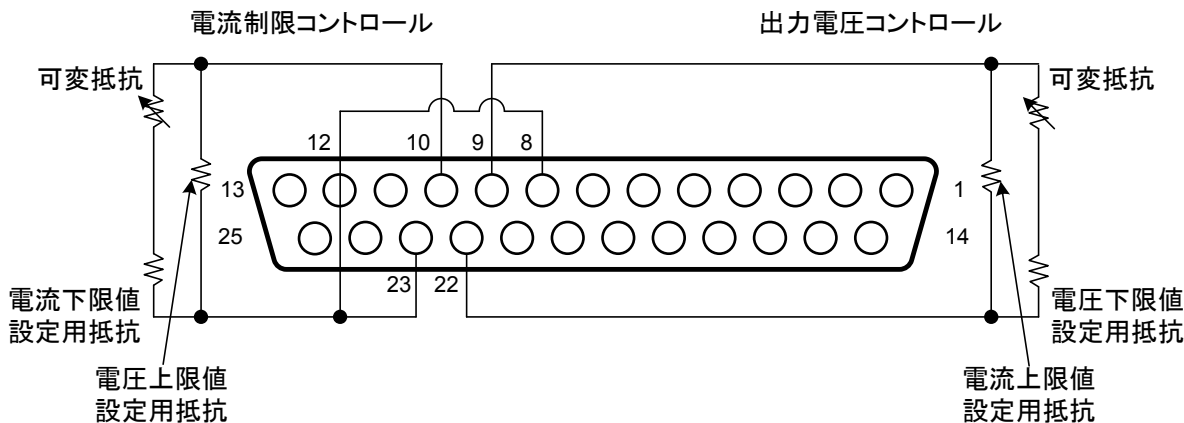

図 5-2 リモートコントロール抵抗 (J1 コネクタはリアパネルから見た図)
- (1) AC ON/OFF スイッチを OFF にしてください。
- (2) 設定スイッチ SW1-1 と SW1-2 を UP（上向き）に設定してください。
- (3) SW1-3 を用いて抵抗コントロールレンジの選択をしてください。
- (4) SW1-7 と SW1-8 を UP（上向き）に設定して抵抗コントロールモードを有効にしてください。
- (5) J1-8、J1-12、J1-23 の 3 端子間を短絡してください。
- ◆ 図 5-2 および「3-4-1. J1 コネクタの機能およびピン配列」の図 3-4、表 3-2 参照してください。
- (6) 図 5-2 に示すようにコントロール抵抗を J1 のプラグ側に接続してください。